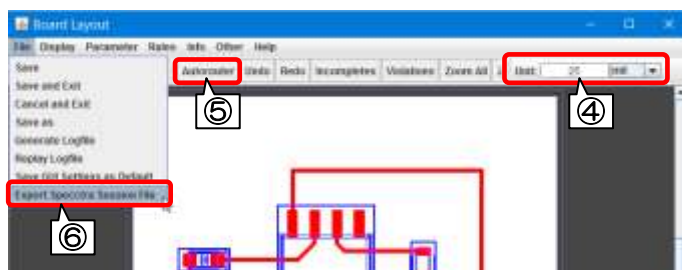
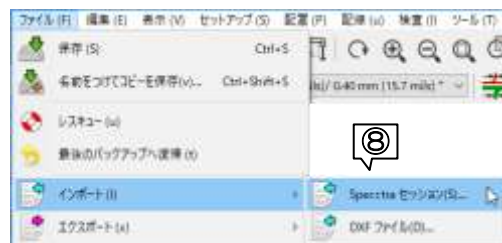

図 A-7
図 A-8
- ④ Freerouter：ツールバーの Unit 欄を 25 mil に設定します。 図 A-7
- ⑤ Freerouter：ツールバー[Autoruter]をクリックします。
- ⑥ Freerouter：自動配線終了後、メニューバー「File」→「Export Specctra…」と進みます。
- ⑦ Freerouter：確認ダイアログが開くので[はい]をクリックします。
- ⑧ KiCad：「ファイル」→「インポート」→「Specctra セッション」→ ses ファイルを読み込みます。図 A-8